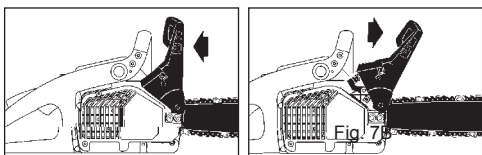

Fig. 7A
1. De kettingrem is **UITGESCHAKELD** (de ketting kan bewegen) als de **REMHANDEL NAAR ACHTER IS GETROKKEN EN VASTGEZET** (fig. 7A).